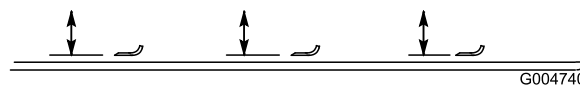

Figura 91
2. Rode a lâmina até que as suas extremidades se encontrem viradas para a frente e para trás (Figura 91). Meça a distância entre o interior da unidade de corte e a parte cortante na zona dianteira da lâmina. Anote esta medida.